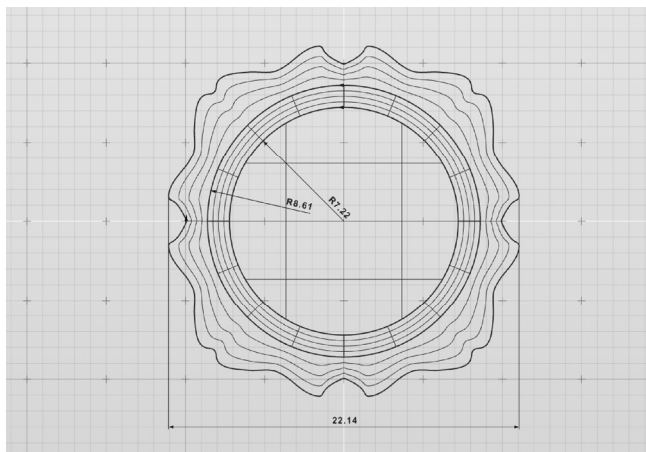

图 5-164 标注沙拉盘底的半径尺寸
2) 选择“半径/直径(关联)”工具 ϕ ，随后分别单击视图中之前绘制的两个 1/4 圆曲线，设置两个半径尺寸标注(这样操作是因为圆曲线与沙拉盘实体中的两个边界半径尺寸一致)，如图 5-164 所示。